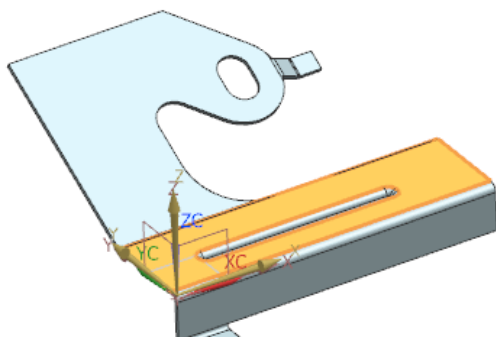

图 4-137 选择草图绘制面
(2) 单击“绘制截面”按钮, 选择如图 4-137 所示的面为草图绘制面。